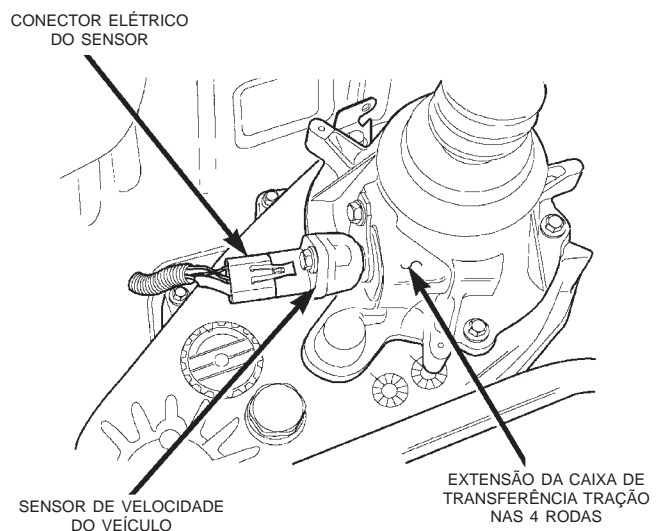
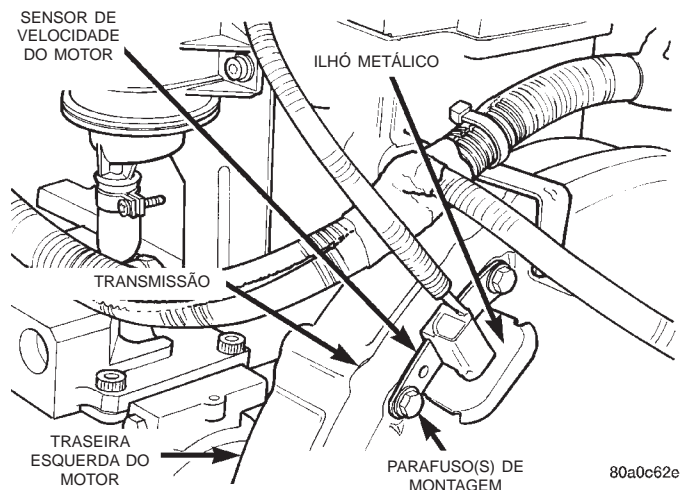

Fig. 8 Sensor de Velocidade do Veículo
Fig. 9 Sensor de Velocidade do Motor
11. Desconecte as articulações da caixa de transferência, o conector elétrico do sensor de velocidade e a mangueira de ventilação (Fig. 8).
18. Remova os dois (2) parafusos superiores e os dois (2) medianos que prendem a carcaça da embreagem ao motor.
19. Remova o sensor de velocidade do motor (sensor de posição do virabrequim) (Fig. 9).
5. Instale o sensor de velocidade do motor (sensor de posição do virabrequim) no veículo (Fig. 9).
6. Instale os dois (2) parafusos superiores da carcaça da embreagem no motor. Aperte-os com torque de 36,6 N·m.
7. Instale os dois (2) parafusos médios da carcaça da embreagem no motor. Aperte-os com torque de 58,3 N·m.
12. Conecte as articulações da caixa de transferência, o conector elétrico do sensor de velocidade e o tubo de ventilação (Fig. 8).